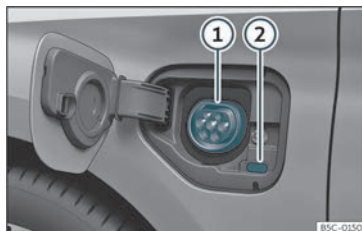

Fig. 191 Derrière le cache de chargement de la batterie sur la partie avant gauche : Prise de charge
» » **fig. 191**
- Avec le véhicule déverrouillé, appuyez sur le cache de charge de la batterie et celui-ci s'ouvrira»» **fig. 191**.